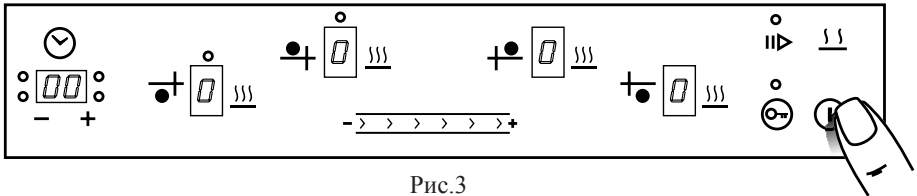

Рис.3
Коснуться и удерживать несколько секунд зону со знаком «①». Во всех окнах индикации конфорок загорится «0» (рис. 3).